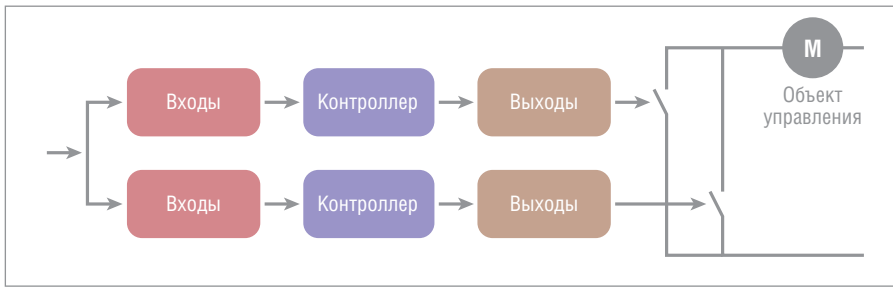
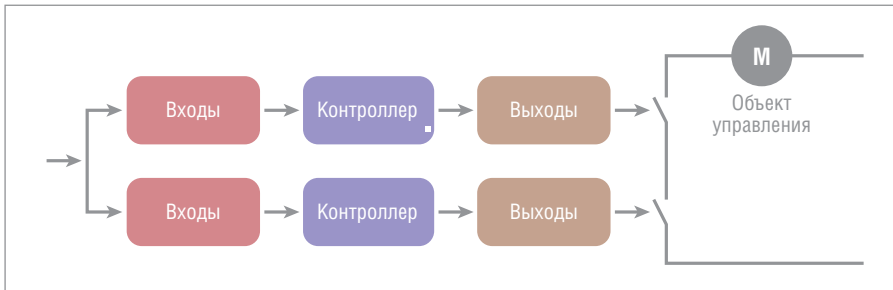

Рис. 1. Система 1oo2
Рис. 2. Система 2oo2
Наиболее действенной стратегией придания надёжности системам является дублирование (или резервирование) их значимых компонентов. Компонент, сбой в работе которого останавливает работу системы, называется единой точкой отказа (SPOF – Single Point of Failure). Если реализовать избыточность критических компонентов, таких как ЦПУ, то доступность и/или надёжность возрастает. В зависимости от преследуемой цели можно выбирать различные конфигурации резервирования. Для этого нужно планировать функциональность, которая должна быть в рабочем состоянии даже в случае сбоя (M), по сравнению с общим количеством избыточных функций (N), то есть получать систему “M из N”, или сокращённо MooN (M out of N). Например, конструкция 1oo2 увеличивает доступность системы и, как следствие, среднее время между отказами (MTBF – Mean Time Between Failures). Система 1oo2 (рис. 1) может продолжать работать, даже если один из двух процессоров выйдет из строя. Это называется отказоустойчивостью. MTBF такой системы увеличивается в 1,5 раза. Для обеспечения безопасности резервирования
все компоненты также должны обеспечивать идентичные результаты вычислений, чтобы можно было посредством сравнения обнаруживать ошибки. В простейшем случае это реализовано в примере системы 2oo2 (рис. 2). Эта схема гарантирует, что обе части системы работают одинаково в любое время. К сожалению, такая конструкция в 0,5 раза¹ снижает доступность (MTBF). Например, в случае ошибки системы управления подвижным составом поезд должен полностью остановиться, после чего система переходит в безопасное состояние, то есть она является отказоустойчивой. Однако вопрос правильного выбора типа резервирования не в том, нужна ли вам в большей безопасности или доступности. Невозможно просто отключить критически важную функцию на борту самолёта. Она должна быть доступна и постоянно, и безопасно. Поэтому, если нужна высо-
¹В системе Mo0N для сохранения функциональности системы должны работать M из N каналов. В нашем примере системной функцией будет включение двигателя. В первом примере (рис. 1) достаточно работы одного канала; во втором примере (рис. 2) для включения двигателя должны быть работоспособны оба канала.